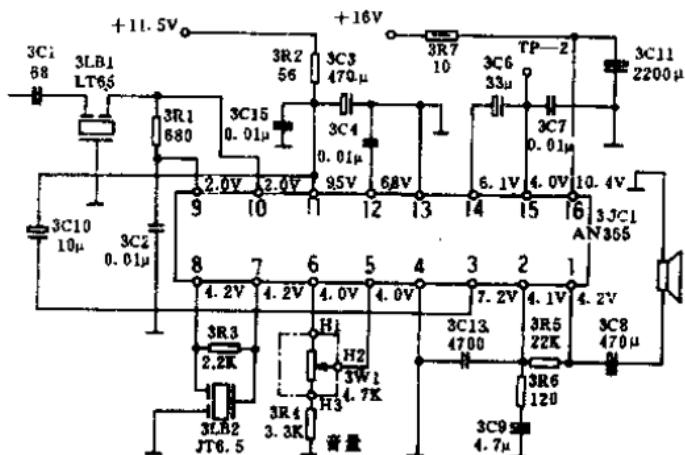
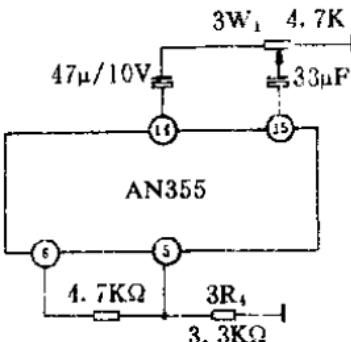
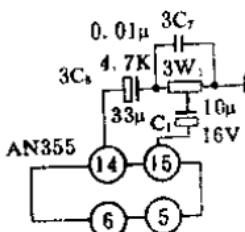

图 1-5
图 1-7
图 1-8
6. 牡丹35H1B型黑白电视机，图像正常、无伴音。该机伴音电路采用AN355集成块，电路见图1-5。分析故障是集成块AN355或其外围电路损坏造成。用万用表测AN355各脚工作电压，发现除⑤、⑥脚由正常的4V上升为6V外，其余各脚电压均正常。在测⑫脚时，能听到喇叭发出的“咯咯”声，说明伴音低放级正常。故障部位在音量控制部分或伴音中放级。由于音频信号是通过AN355内部的直流电子音量控制电路进入低放级的，⑤、⑥脚是直流电子音量控制的功能脚，电压偏高说明其内部损坏，使音频信号不能进入低放级导致无声。如果AN355伴音中放级正常，可进行应急修理。
7. 一台百花牌 14 英寸黑白电视机,出现音量失控故障,即一开机声音就很大,调节音量电位器不起作用。这种故障主要出在直流电子音量控制部分。如换集成块既麻烦又浪费。该机伴音电路见(参图 1-5)。经试验,在 AN355 外围的电路进行变动,改直流电子音量控制为通常的音量控制方法,获得良好的效果。具体方法见图 1-7:把音量电位器 $3W_1$ (4.7K)从集成块 AN355 的⑤、⑥脚焊开,改接到⑭、⑮脚之间,在 AN355 的⑯脚上串接一只隔直流电容($47\mu F/10V$),将 $3W_1$ (4.7K)的中间臂通过原来电路上的耦合电容($33\mu F$)与⑯脚相接。另外,在
8. 一台牡丹35H1型黑白电视机出现音量失控故障，伴音电路参见图1-5。测得伴音集成块AN355第⑤脚电压为
方法是参见图 1-5。将集成块⑤和⑯脚断开,去掉 3R₄,增加一只 10μF/16V 电解电容 C₁,按图 1-8 接线即可。这样改接后,⑭脚输出的音频信号经 3C₆ 由音量电位器 3W₁ 直接控制,再经 C₁ 输入到音频放大器输入端⑮脚。改变 3W₁ 的阻值,就改变了音频放大电路输入信号的大小,使音量可调,故障排除。